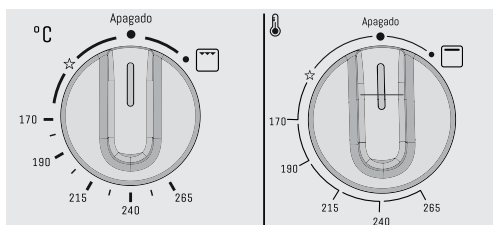

Figura 20. Selector de temperatura según referencia
- I. Con la puerta abierta, gire la perilla del selector de temperatura en el sentido contrario a las manecillas del reloj hasta la posición de máxima temperatura según referencia (Ver Figura 20).